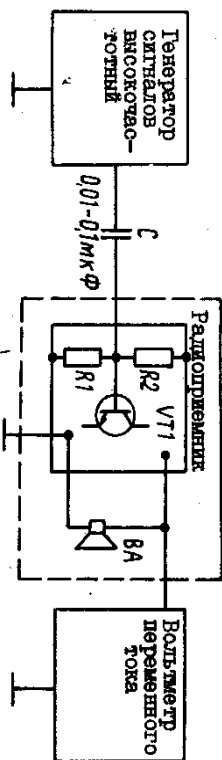

Рис. 4
5.3.4. Проверку тракта ЦЧ-АМ производите при исправном тракте УНЧ по схеме (рис. 4):